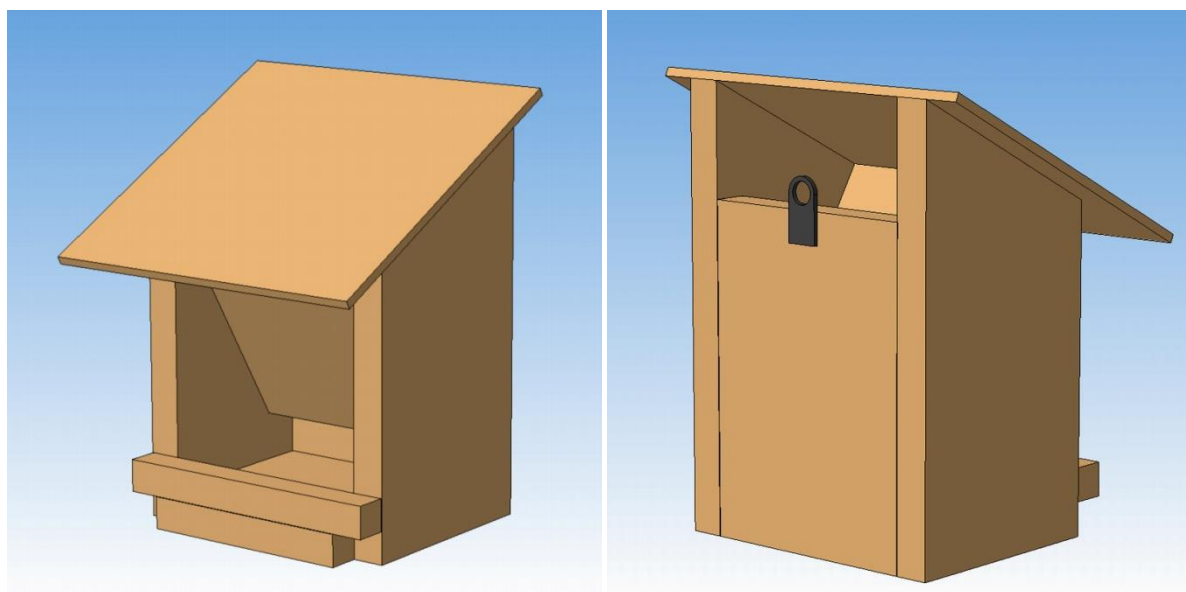

Рис. 1
1. По данному образцу (Рис. 1 и 2) разработайте технологическую карту (Таблица 1) для изготовления кормушки;